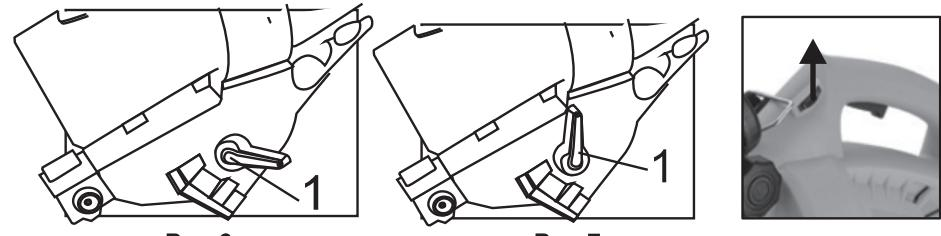

Рис.6
- Поверните ручку изменения режима влево, чтобы включить режим воздуходувки (рис. 6)